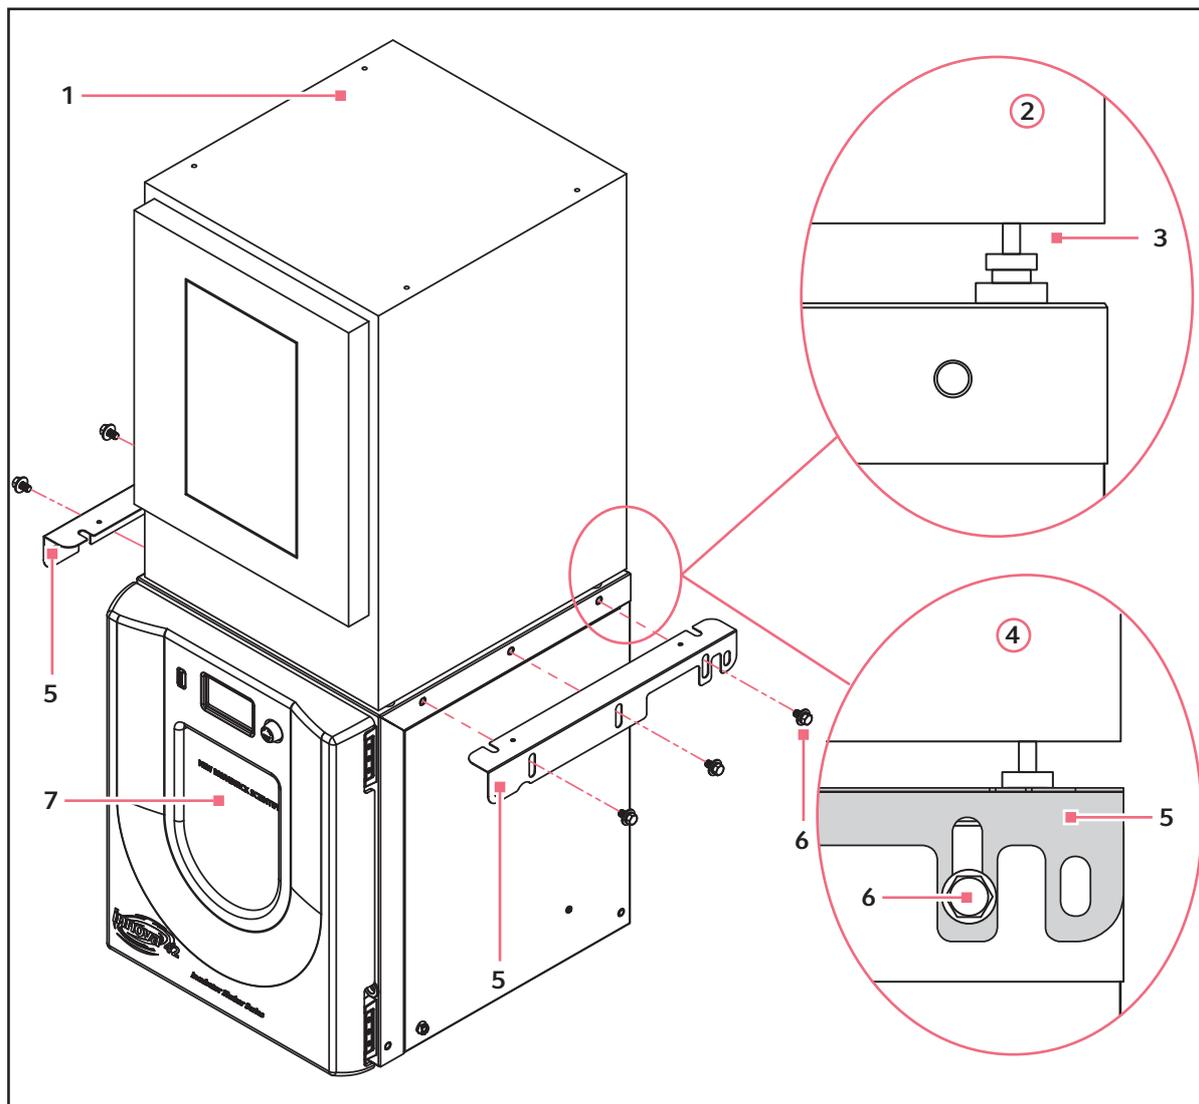

Fig. 4-10: Impilamento di un Innova 4200/4230 su un Innova 42/42R
3. Servendosi di un sollevatore o altre attrezzature adeguate, porre Innova 4200/4230 al centro di Innova 42/42R, entrambi rivolti nella stessa direzione, come mostrato in basso (vedi Fig. 4-10 a pag. 41).